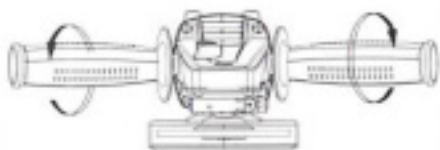

FIGURA 1
8.2. Alça Subsidiária. Por favor, utilize a alça subsidiária de maneira a realizar o trabalho de maneira mais segura e conveniente. A alça subsidiária pode ser montada nas duas diferentes posições no corpo da máquina. (FIGURA 1)